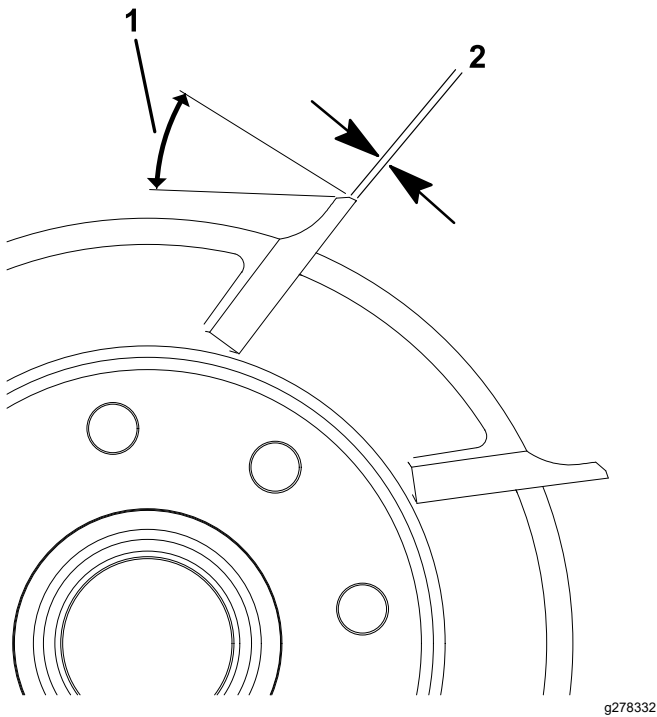

图 23
1. 对所有滚刀棱面进行 30° 铲磨直至棱面宽度达到 0.8mm 图 23。